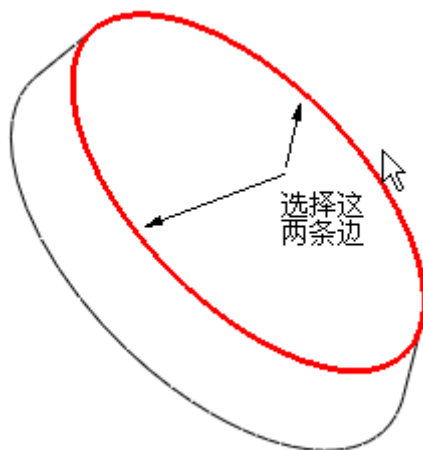

图 50-8
- (1) 单击菜单【插入】 【扫描】 【伸出项】命令。
- (2) 在弹出的【扫描轨迹】菜单中单击【选取轨迹】。
- (3) 按下 CTRL 键，依次选中椭圆的边线，如图 50-8 所示。